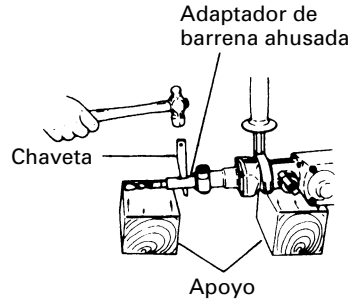

Fig. 9
- (2) Ponga en ON el interruptor de alimentación y perfore un agujero de base.
- (3) Después de eliminar el polvo con una jeringa, fije la clavija en la extremidad del anclaje e introduzca el anclaje con un martillo de mano.
- (4) Para sacar la broca con la barrena ahusada introduzca una chaveta en la ranura del adaptador de barrena ahusada, ponga apoyos debajo del martillo rotativo y golpee la chaveta con un martillo de mano. (Fig. 9)